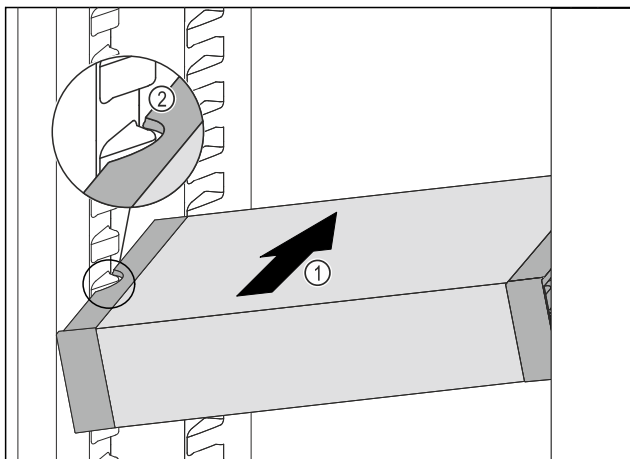

Fig. 98
- ▶ Вдвигайте VarioSafe под наклоном в холодильное отделение *Fig. 98 (1)*, пока боковые выемки *Fig. 98 (2)* VarioSafe не окажутся на высоте выступа резервуара в холодильном отделении.